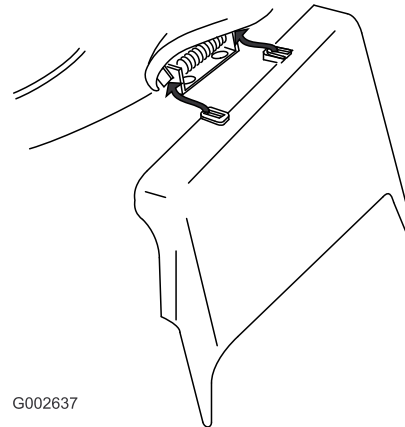

Bild 29
3. Setzen Sie den Seitenauswurfkanal ein und schließen Sie die Klappe auf dem Auswurfkanal (Bild 29).